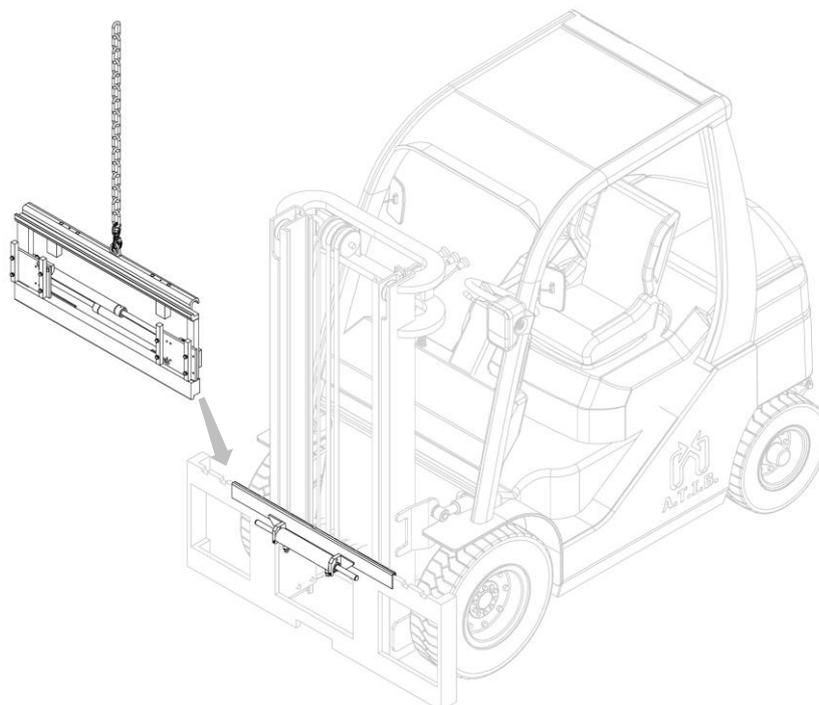

Figure 8
7. Accrocher l'équipement au point de préhension supérieur et, à l'aide d'un pont roulant ou d'un palan de capacité suffisante, le placer sur la plaque porte-fourche, en prenant soin de le positionner correctement (voir *Figure 8*).